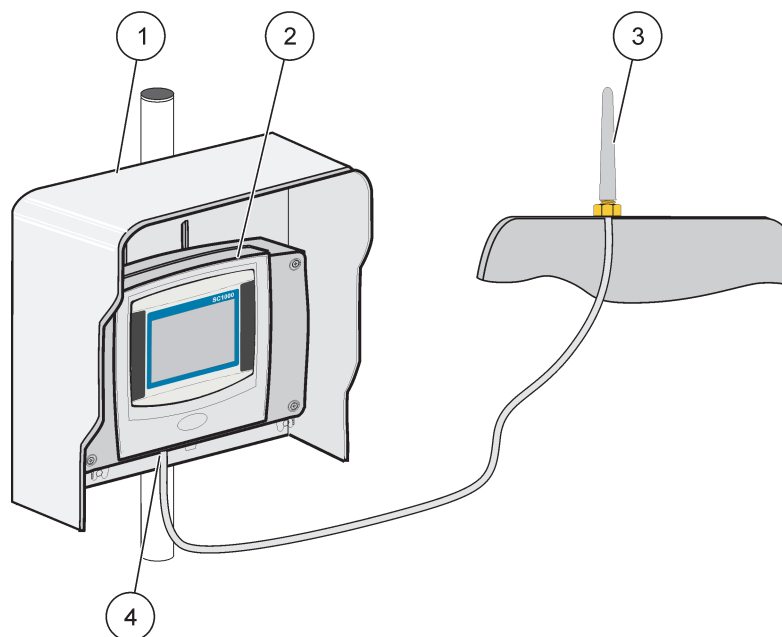

Figura 35 Ligação da antena GSM externa
- Engate o cabo da antena na ligação da antena GSM no módulo do display (Figura 7). Use o adaptador fornecido para ligar o conector da antena à ligação da antena GSM (Figura 35).